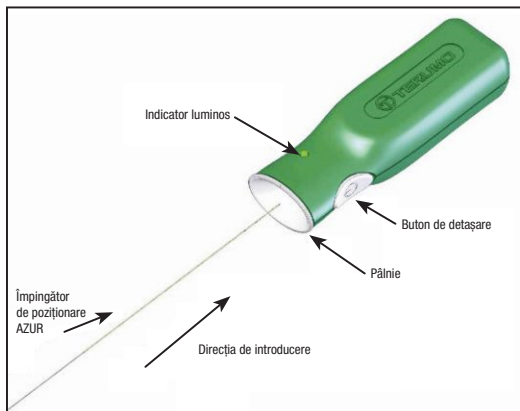

Figura 4 – Testarea controlerului de detașare AZUR
2. Desfaceți pungă dispozitivului vascular AZUR și scoateți bucla de distribuție din pungă. Înainte de a utiliza dispozitivul, scoateți piesa în formă de pană din bucla de distribuție. În timp ce mențineți dispozitivul de introducere și implantul dispozitivului vascular AZUR în poziție, scoateți împingătorul din bucla de distribuție, astfel încât capătul proximal al împingătorului de poziționare să fie expus. Aveți grijă să evitați contaminarea acestui capăt al împingătorului de poziționare cu substanțe străine, cum ar fi sângele sau substanțele de contrast. Introduceți ferm capătul proximal al împingătorului de poziționare în secțiunea de până a controlerului de detașare AZUR. Consultați Figura 4. **Nu apăsați butonul de detașare în acest moment.**
31. Conectați capătul proximal al împingătorului de poziționare la controlerul de detașare AZUR prin introducerea fermă a capătului proximal al împingătorului de poziționare în secțiunea de pănie a controlerului de detașare AZUR. Consultați Figura 4.